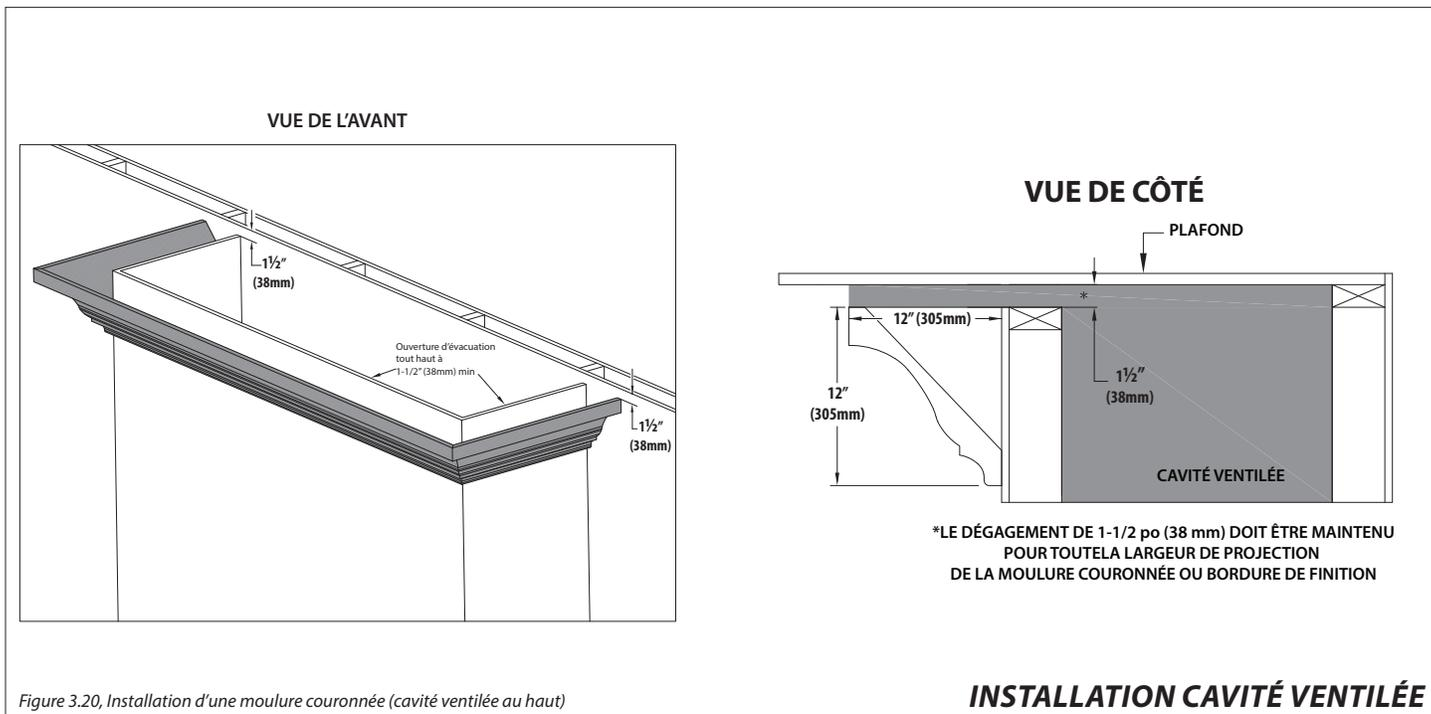

Figure 3.20, Installation d'une moulure couronnée (cavité ventilée au haut)
- La Figure 3.20 montre l'installation d'une moulure couronnée (ou bordure de finition similaire) allant jusqu'au bord de l'ouverture d'évacuation d'air. Cette moulure ou bordure ne doit pas réduire la surface d'ouverture minimale.